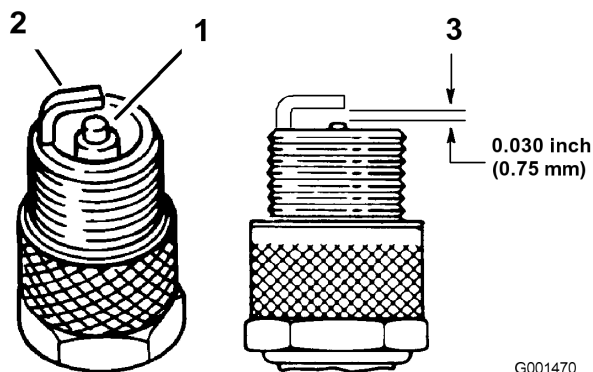

Figure 26
3. Contrôlez l'écartement entre l'électrode centrale et l'électrode latérale (Figure 26). Courbez l'électrode latérale (Figure 26) si l'écartement est incorrect.
3. Connectez les bougies (Figure 26).
1. Examinez le centre des bougies (Figure 26). Si le bec de l'isolateur est recouvert d'un léger dépôt gris ou brun, le moteur fonctionne correctement. S'il est couvert d'un dépôt noir, c'est généralement signe que le filtre à air est encrassé.